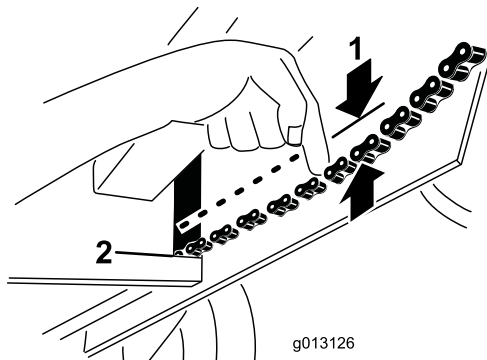

Figura 32
3. Tire hacia abajo de la cadena, cerca del hueco del bastidor, con 4.5 kg (10 libras) de fuerza (Figura 32). Si la cadena se desvíe más de 6 mm (1/4 pulgada), apriétela como se indica a continuación: